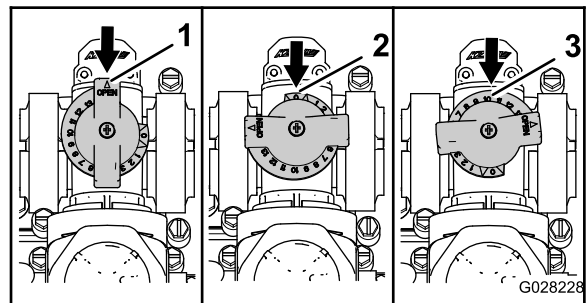

Bild 75
- Das Rührwerksicherheitsventil ist ganz geöffnet, wie in A in Bild 75 abgebildet.
- Das Rührwerksicherheitsventil ist geschlossen, wie in B in Bild 75 abgebildet.
- Das Rührwerksicherheitsventil ist in einer mittleren Stellung (relativ zum Druckmanometer für das Sprühsystem eingestellt), wie in C in Bild 75 abgebildet.